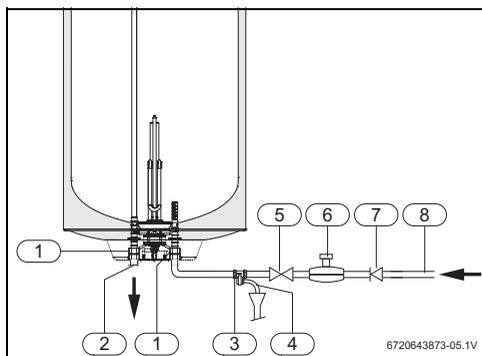

Рис. 11 Подключение воды
Для предотвращения неисправностей, вызванных неожиданными колебаниями давления в водопроводной сети, рекомендуется установить перед баком обратный клапан (рис. 11, [7]).
- ▶ Установите предохранительный клапан на подводе холодной воды к баку (рис. 11).
Если давление воды превышает 80 % от максимально допустимого давления бойлера (6,4 бар), то установите редукционный клапан (рис. 11).
- ▶ Закройте водопроводный кран (→ рис. 11).